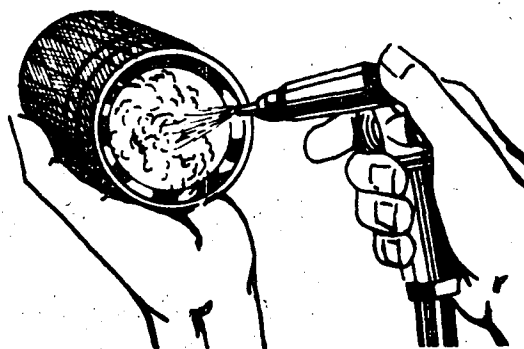

Fig. 8
- b Limpe o elemento (fig. 8) ou troque-o se for necessário, de acordo com o manual do operador.